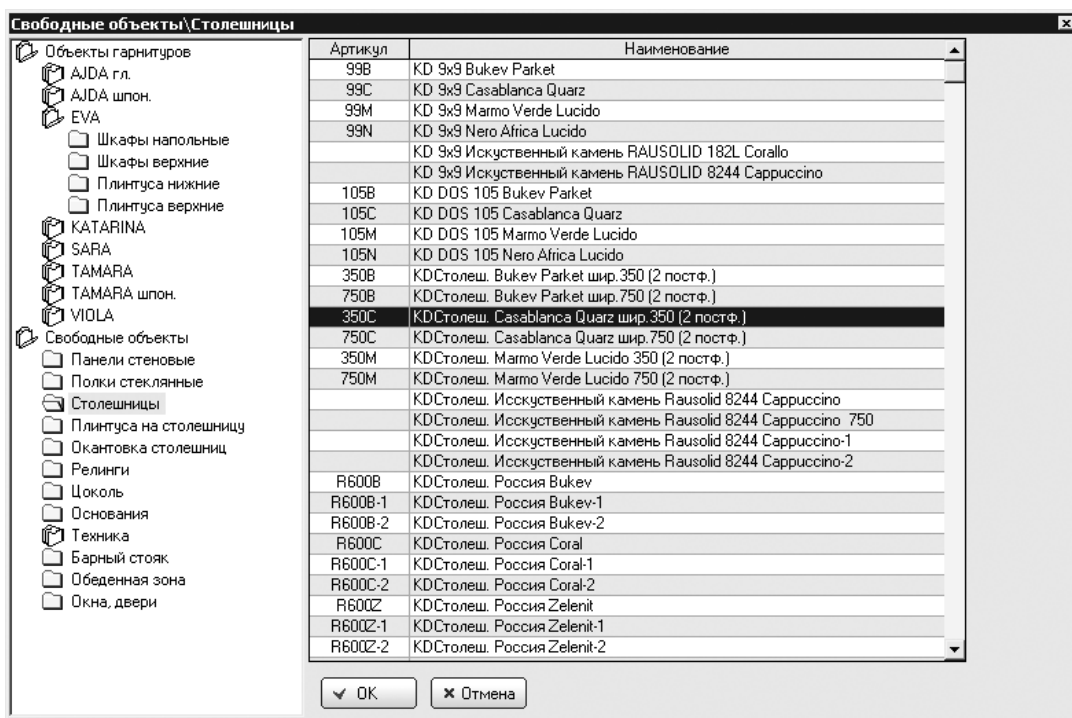

Рис. 8.9
- В левой части окна щелкнуть кнопкой мыши на папке Столешницы — папка откроется, а в правой части окна отобразится список всех возможных вариантов (рис. 8.9).